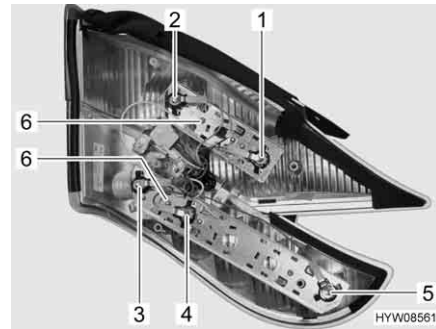

Fig. 197 Luci posteriori (lato posteriore)
- Svitare le due viti Torx (Fig. 197,6) del listello di supporto interessato sul lato posteriore dell'alloggiamento.